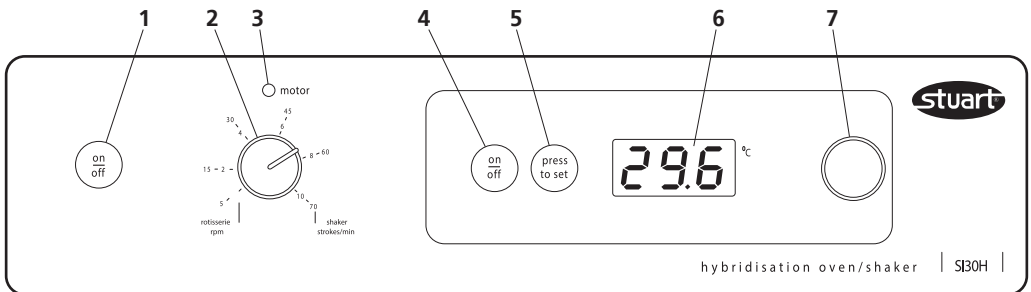

Figura 3: Controles del panel frontal
en la figura 3).
- 5.6 Los controles de velocidad están situados en el lado izquierdo del panel de control (números 1 a 3 en la figura 3). Encienda el soporte / agitador pulsando el botón on/off (1). Se encenderá la luz indicadora roja (3) situada encima del disco selector de velocidad (2).